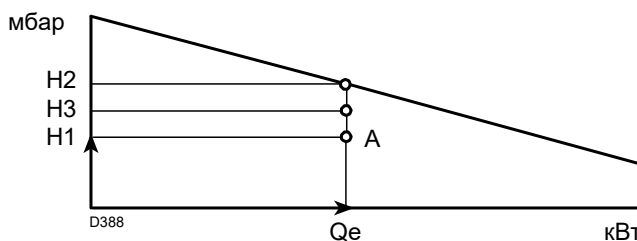

Рис. 4
- 4 Проведите вертикаль из точки A)(Рис. 4) и найдите максимальное давление H2 рабочего диапазона.
Если H3 больше H1)(Рис. 4), то горелка может обеспечить требуемую мощность.